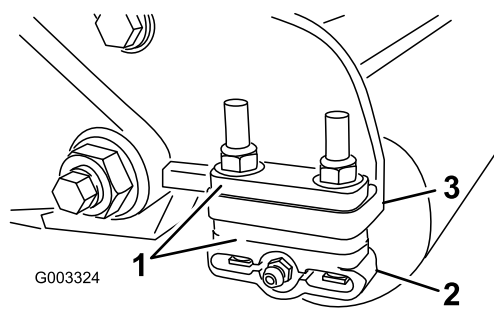

Figure 12
- Régalez les supports du rouleau arrière (Figure 12) à la plage de hauteur de coupe voulue en plaçant le nombre correct d'entretoises sous la bride de fixation de la plaque latérale (Figure 12) comme indiqué dans le tableau des hauteurs de coupe